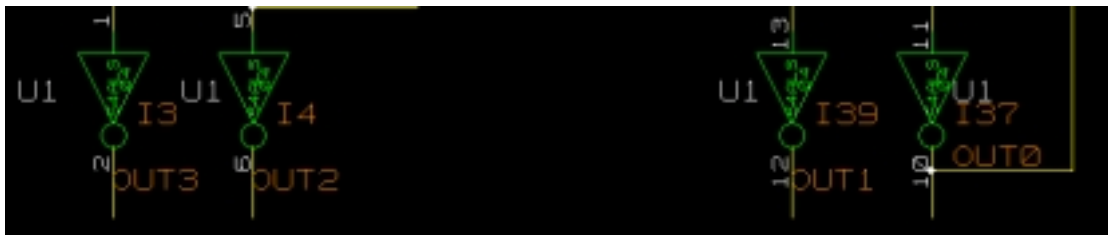

图 4.4
3. 结果如图 4.4，4 个 LS04 还是被封装在一起（系统按照最少器件原则封装），但物理器件名变为 U1（系统没有改变用户对 I3 的设置，而其余的 LS04 按照最少器件原则均与 I3 有同样的物理器件名）。